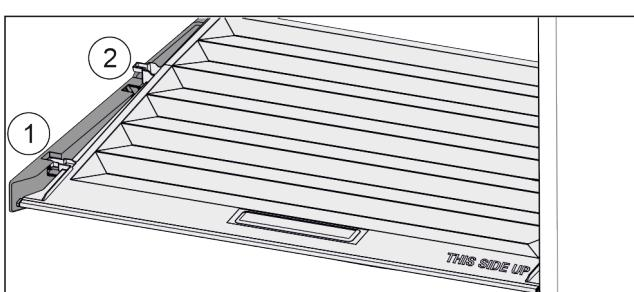

Fig. 97
► Poklopac do otvora u pridržnim dijelovima povucite prema naprijed Fig. 97 (1).
► Podignite ga odozdo sa stražnje strane i izvadite prema gore Fig. 97 (2).